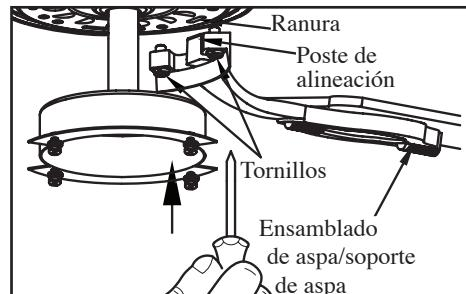

Figura 14
1. Monta el soporte de aspa usando tornillos como lo muestra la Figura 14. Primero coloca un tornillo en el soporte. Repite para los otros dos tornillos.
3. Ajusta el brazo del aspa al motor insertando el poste de alineación dentro de la ranura de la parte inferior del motor y aprieta los tornillos del soporte del aspa. Por favor, ten en cuenta que los tornillos del soporte de aspa están previamente instalados en el soporte del aspa (Figura 14).